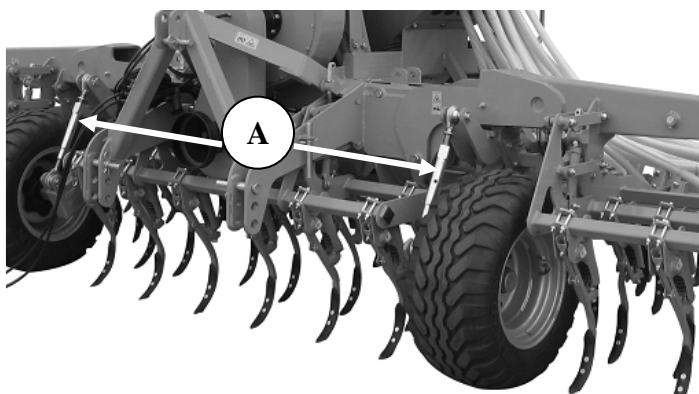

FIG 13.01
La régulation globale se fait à l'aide des tenseurs montés sur les roues centrales (1 tenseur par roue - (A) sur fig. 13.01). En faisant tourner les tenseurs dans le sens des aiguilles d'une montre, vous augmenterez la profondeur de travail. En faisant tourner les tenseurs dans le sens contraire des aiguilles d'une montre, vous diminuerez la profondeur de travail. Une fois déterminée la profondeur de travail, ajustez la hauteur des roues latérales (système télescopique – voir fig. 13.02).